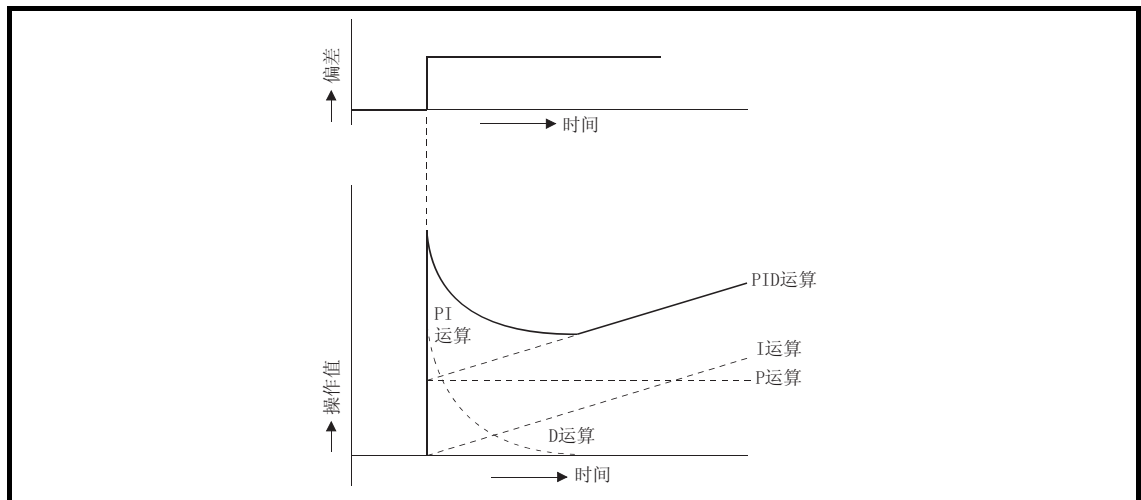

图 1.6 偏差为常量时的 PID 运算
(1) PID 运算采用（P + I + D）运算来控制操作值的计算。
(2) 当偏差为某一常量阶跃响应时的 PID 运算如图 1.6 所示。